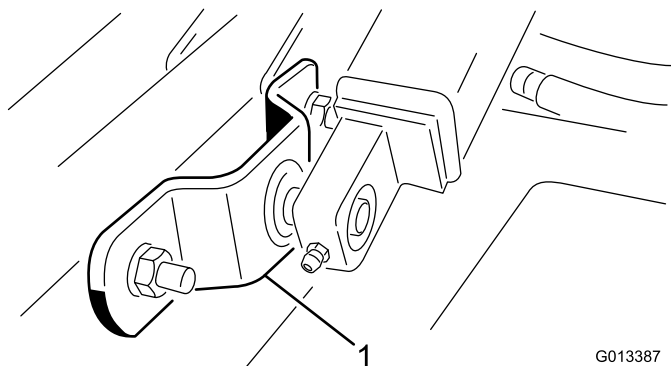

Figura 8
9. Retire os parafusos, anilhas e porcas que fixam cada braço de elevação aos tubos do braço da roda giratória da unidade de corte (Figura 8).